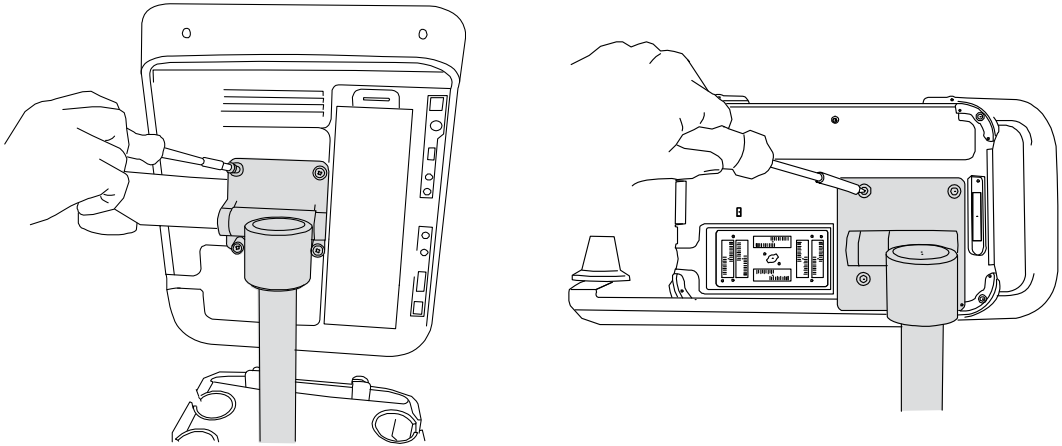

Abbildung 3 Schrauben am Schallkopfhalter anziehen: S Series (links) und NanoMaxx (rechts)
- 4 Ziehen Sie die Schrauben an jeder der vier Ecken an, um das System zu sichern. Mit einem Kreuzschlitzschraubendreher festziehen. Siehe **Abbildung 3**.
- 1 Stützen Sie das Ultraschallsystem ab und lösen Sie die Schrauben an allen vier Ecken der Montageplatte. Falls nötig, verwenden Sie einen Kreuzschlitzschraubendreher. Siehe **Abbildung 3**.